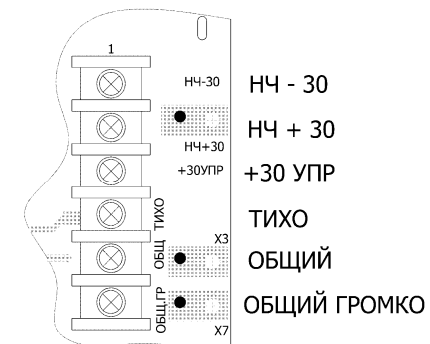

Рисунок 1 – Расположение контактов на клеммной колодке ППУН
- произвести подключение концов линейного кабеля к клеммной колодке согласно надписям под колодкой и на внутренней части крышки (см. рисунок 1);